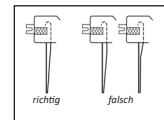

Afbeelding 13
**Let op:** De draad moet door de rechter bovenkant van de spoel of garenklos lopen. De veer moet op zijn plaats zitten voordat de spoel wordt aangebracht. (Zie afbeelding 13)
## EEN NORMALE GARENKLOS AANBRENGEN (Zie afbeelding 13)